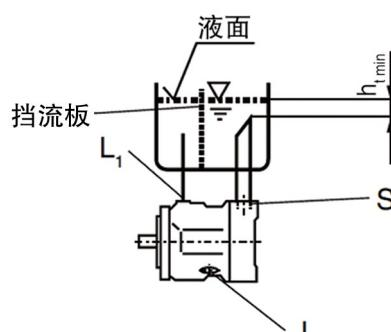

图 5
- c) 如安装在油箱下，泄油口“ L_1 ”及进油口“S”配管请参见图 5。